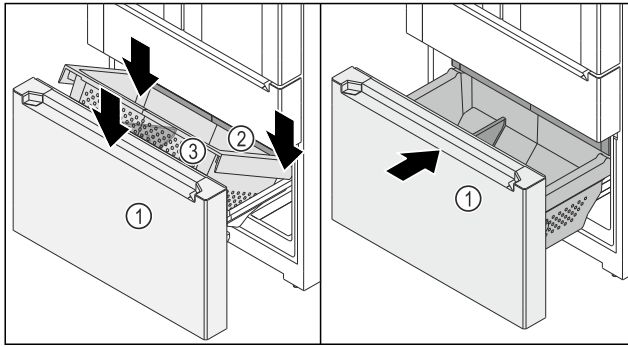

Fig. 154
- ☐ Il carrello di estrazione Fig. 154 (1) è estratto.
- ☐ Il cassetto Fig. 154 (2) è inserito.
- Posizionare il contenitore Fig. 154 (3) nella parte posteriore, sulle guide a destra e a sinistra.
- Abbassare il contenitore Fig. 154 (3) in avanti, in modo che il lo stesso Fig. 154 (3) circondi le guide a destra e a sinistra.
- Inserire il carrello di estrazione Fig. 154 (1).